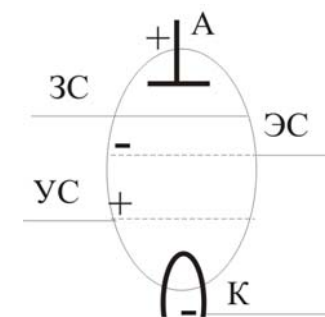

Рисунок 2.7 - Конструкция пентода
**Пентодами** называются пятиэлектродные лампы. В них еще сильнее выражены положительные свойства тетродов и устранен динатронный эффект. В пентоде имеется еще одна сетка, расположенная между анодом и экранирующей сеткой. Ее называют защитной сеткой, т. к. она защищает лампу от динатронного эффекта. Защитная сетка обычно соединяется с катодом, т. е. имеет нулевой потенциал относительно катода и отрицательный потенциал относительно анода (рисунок 2.7).